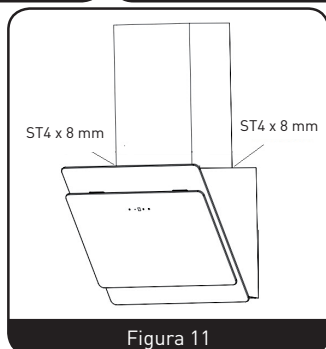

Figura 11
8. Finalmente, fije la chimenea decorativa inferior a la campana extractora utilizando 2 tornillos ST4 x 8 mm. (Figura 11)